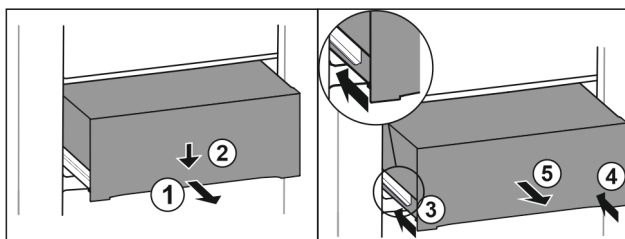

Fig. 226
- ▶ Izvucite ladicu na pola. Fig. 226 (1)
- ▶ Pritisnite ladicu naprijed prema dolje. Fig. 226 (2)
- ▶ Gurnite lijevu vodilicu za oko 2 cm. Fig. 226 (3)
- ▶ Gurnite desnu vodilicu za oko 2 cm. Fig. 226 (4)
- ▶ Izvadite ladicu prema naprijed. Fig. 226 (5)